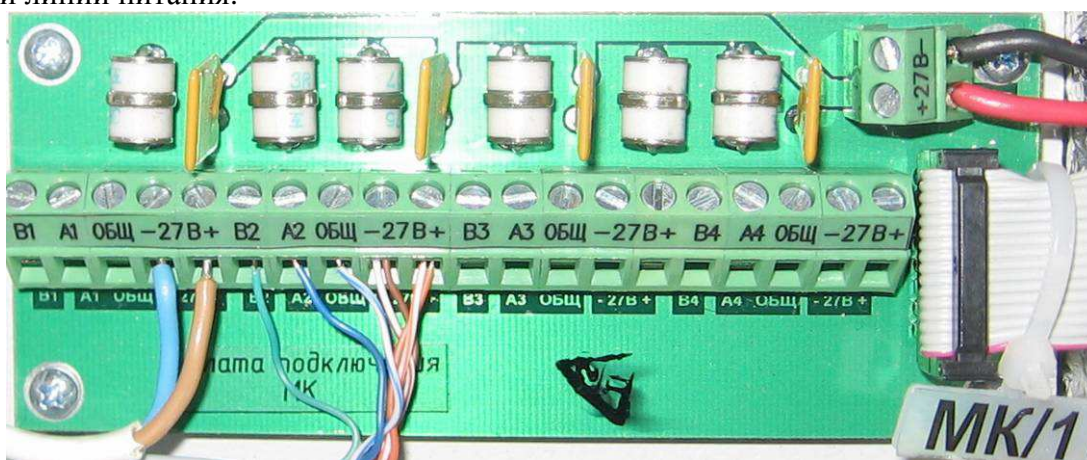

Рисунок 10.14. Плата подключения МК
10.6.1 Подсоединение к плате подключения МК. Линии связи (RS-485) и питания с П-501 подсоединяются в СЛЗ к плате подключения МК (рис.10.14) к любой паре «А» и «В». На рисунке показано параллельное соединение проводов цепи питания для увеличения дальности линии питания.